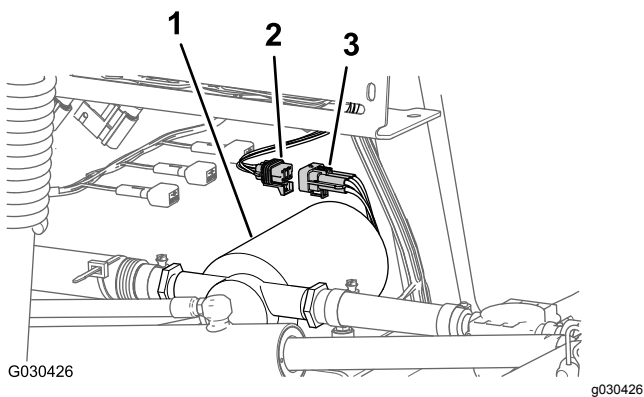

Bild 14
2. Ziehen Sie den 6-Stift-Stecker des Kabelbaums der Spülpumpe vom 6-Buchsen-Stecker des hinteren Hauptkabinenkabelbaums ab (**Bild 14**).